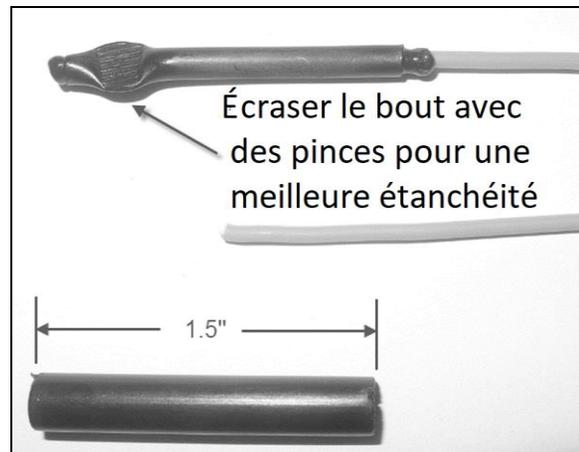

FIGURE 4
5. Couper le fil pour retirer le terminal et installer un bout de tube thermorétractible pour rendre étanche, comme montré dans la Figure 4.
7. Couper le fil pour retirer le terminal et installer un bout de tube thermorétractible pour rendre étanche, comme montré dans la Figure 4.